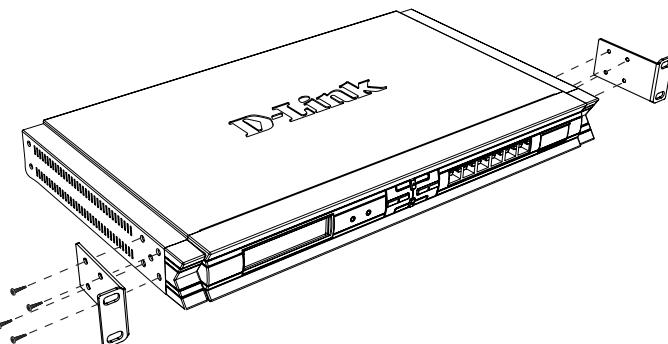

Figura 5. Acoplamiento de los soportes para montaje en bastidor
1. Acople los soportes de montaje a cada lado del chasis, como se muestra en la figura 5 y fíjelos con los tornillos suministrados.